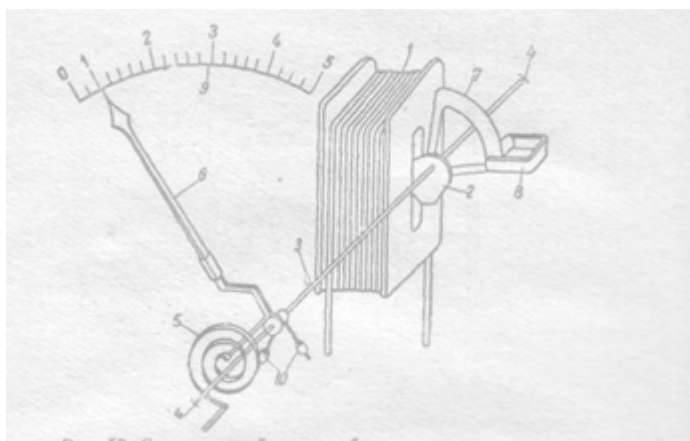
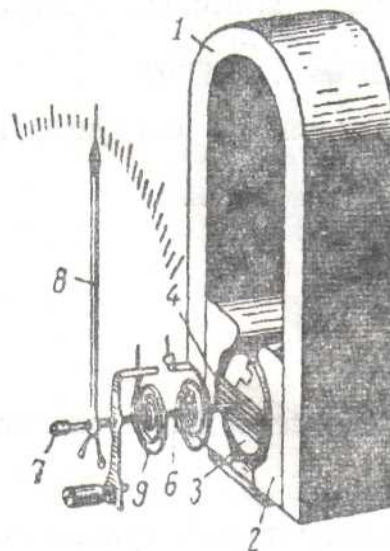

Рис. 9
Рис.10
7. Описать устройство и принцип действия данного измерительного прибора (Рис.9-прибор электромагнитной системы, Рис.10 прибор магнитоэлектрической системы)